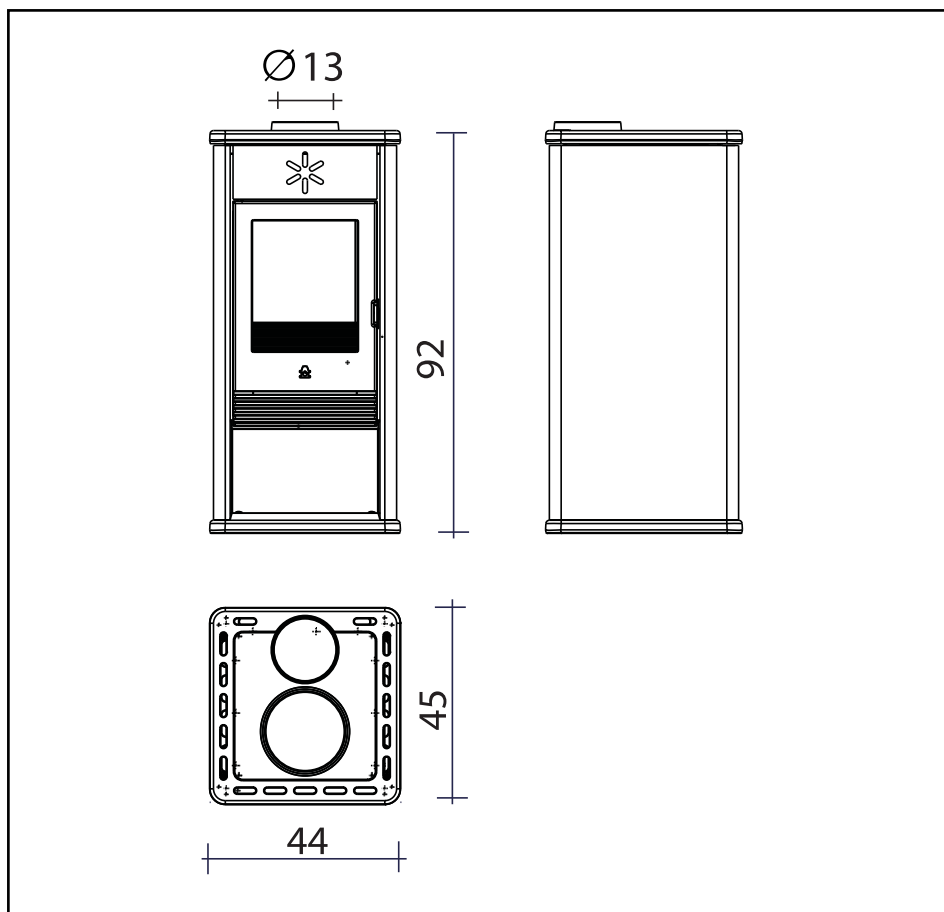

FIG. 4
- **La regolazione dell'aria primaria** si ottiene agendo sulla levetta **A** (Fig. 4), situata al centro della portina inferiore.
- Per aumentare l'aria comburente spostare la levetta verso destra (2), mentre per diminuire l'aria comburente spostare la levetta verso sinistra (1).
### PRIMA ACCENSIONE (Fig.4 - pag. 4)
- Aprire la valvola dell'aria comburente posizionando la leva **A in posizione 2 (Fig.4 pag. 4)**, aprire la valvola di tiraggio eventualmente inserita nel tubo di collegamento alla canna fumaria (canale da fumo).
- A fuoco troppo intenso si consiglia di chiudere parzialmente la valvola dell'aria comburente posizionando la leva **A in posizione 1 (Fig.4 pag. 4)** e di chiudere leggermente la valvola di tiraggio eventualmente installata sul tubo di collegamento alla canna fumaria (canale da fumo).